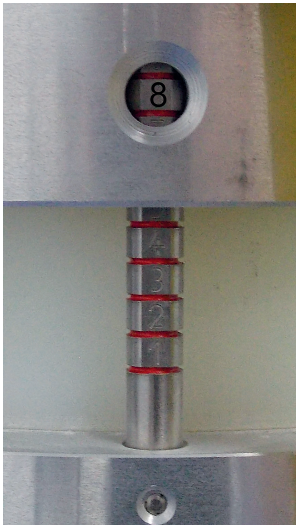

Abb. 12
- Achten Sie auf einen ausreichend verbleibenden Spannweg an der Aufspannvorrichtung, vor Erreichen des Hub-Anschlags. Wenn das FRIALEN TL-Sattel-formstück spaltfrei aufgespannt ist, muss im Gehäuse-Sichtfenster **(10)** eine Spannzahl max. 9 (von 10) sichtbar sein (siehe Abb. 12). Gegebenenfalls unterbrechen Sie den Prozess und spannen Sie mit dem Sterngriff **(4)** nach.